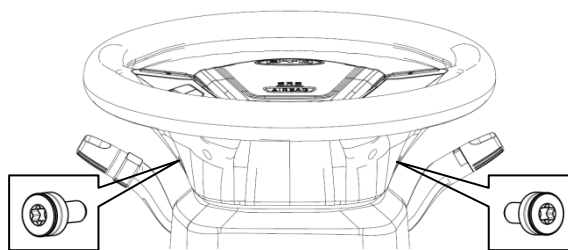

图 4-14
①对齐转向盘两侧的小圆孔，用TX30#套筒松开两个内六角螺钉。如图4-14所示。